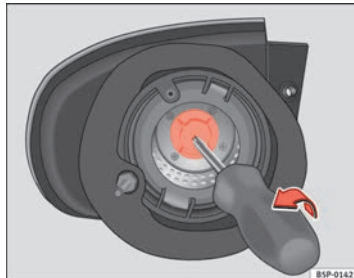

Abb. 192 Blinklicht
- Nehmen Sie den Lampenträger des Blinkers mit einem Schraubendreher in Pfeilrichtung heraus ⇒ Abb. 192.